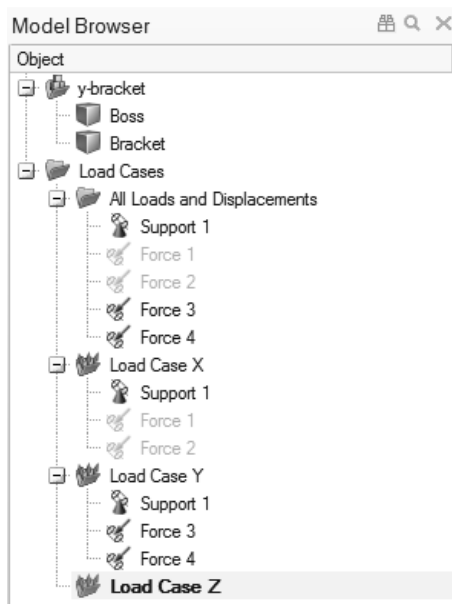

图 5-22
2) 将其重命名为 Load Case Z 并按〈Enter〉键确认, 该工况即为当前载荷工况, 如图 5-22 所示。